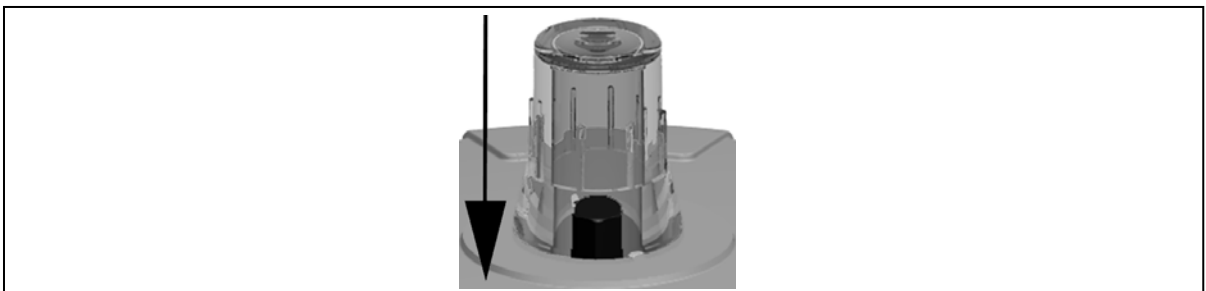

Fig. 22
- ▶ Para el desmontaje: mueva el actuador a la posición de "cerrado, véase Fig. 22